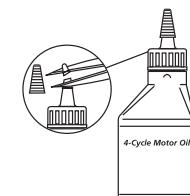

Fig. 4
Esta unidad se suministra con una botella de 2.03 onzas fluidas (60 ml) de aceite SAE 30 SF, SG, SH (Fig. 4).
- Desenrosque la tapa de la botella de aceite y quite el sello de papel que cubre la abertura. Vuelva a colocar la tapa y corte la punta de la boquilla del embudo (Fig. 4).